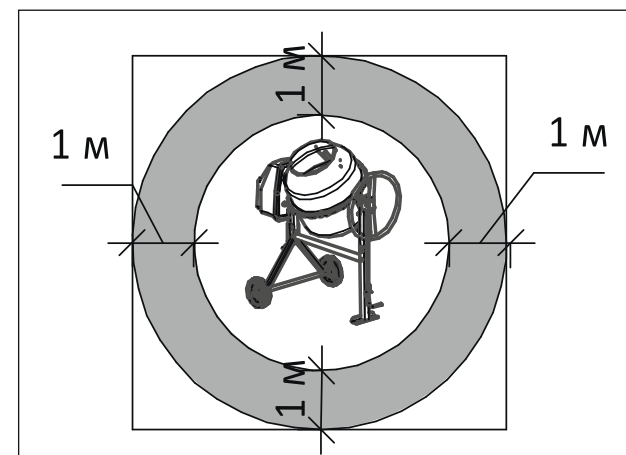

Рис. 2
5.3 При установке бетономесителя на строительной площадке необходимо выдерживать минимальные расстояния рабочей площадки, обеспечивающие безопасную и производительную работу (рис. 2). Категорически запрещается загромождать рабочую площадку.